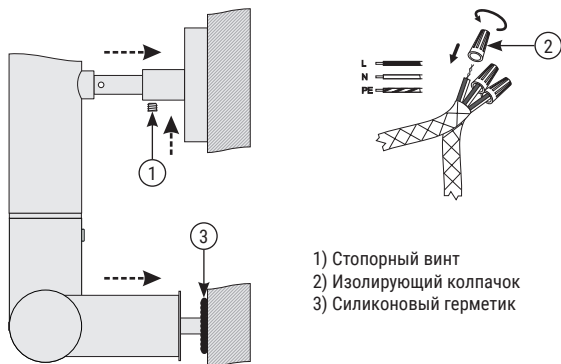

Рис.6
1.13. Произвести «черновой» монтаж полотенцесушителя, используя стопорные винты, с максимальным вылетом от стены (см. рис. 6).
1.14. Произвести соединение провода МЭМ с проводом из «стены» с помощью изолирующих колпачков (входят в комплект поставки) и скрутить их (см. рис. 6).
- 1.15. Произвести герметизацию шва силиконовым герметиком по контуру примыкания (рис. 6).